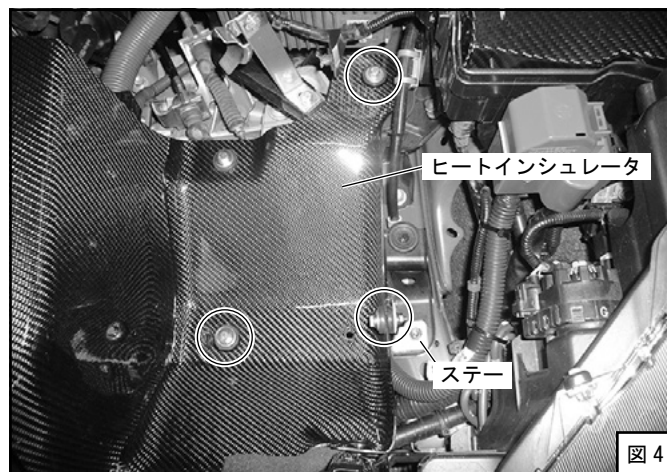

図 4
- (4) 図4内○印3箇所のヒートインシュレータ固定用ボルト、ナットを外してください。(図4)(再使用します)
- (5) ヒートインシュレータを固定しているステーの車輛側ボルトを緩めてください。(図4)(取外す必要はありません)